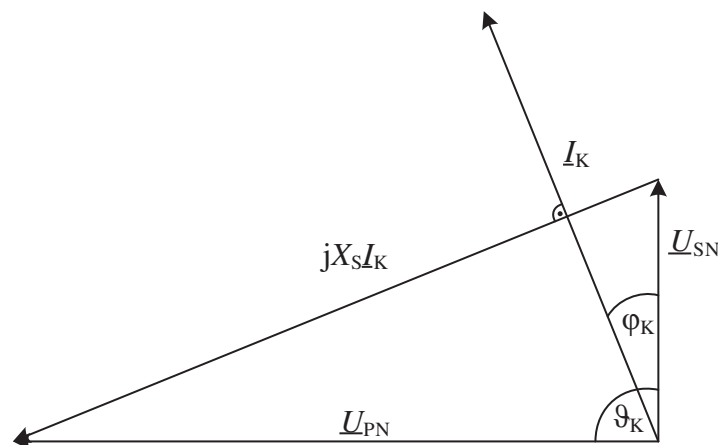

Abbildung 2: Zeigerdiagramm des Synchrongenerators bei Nennerregung und Belastung mit Kippmoment
- e) Mit Gleichung 29 lässt sich der Maschinenschstrom I_{SK} bei Belastung mit Kippmoment berechnen und in Abbildung 2 einzeichnen.